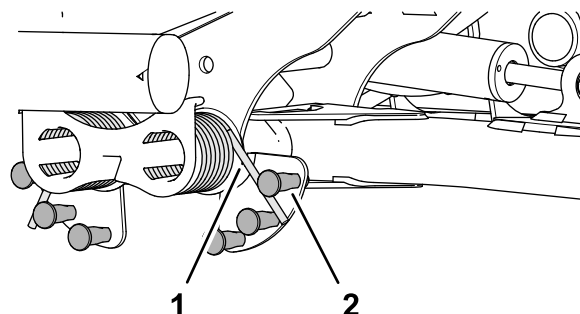

Figura 50
2. Insira a extremidade longa da mola de contrapeso num tubo ou objeto semelhante e rode a mola à volta do pino de ombro até à posição desejada (**Figura 50**).